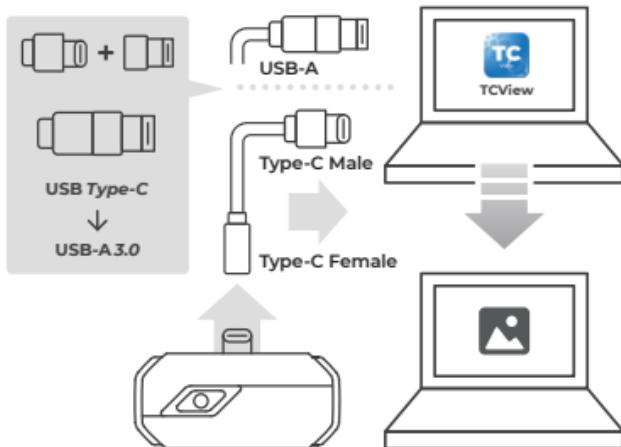

図 4.1.1
- 付属のアダプタケーブルで TC001 カメラを PC に接続します（図 4.1.1 を参照）。